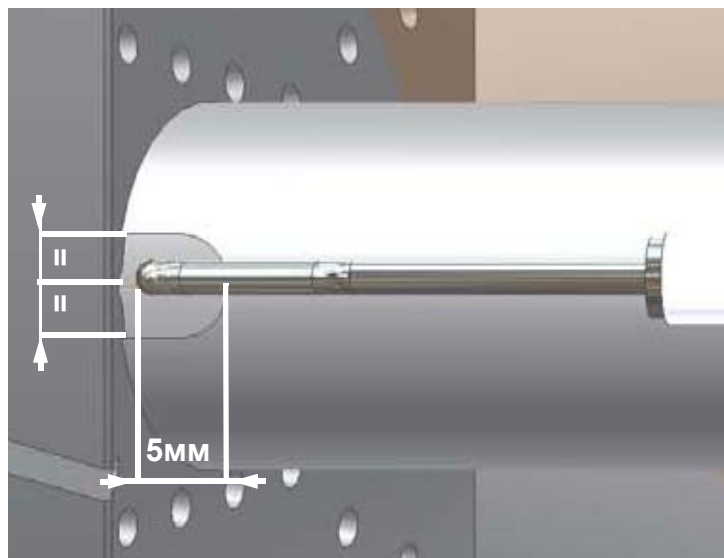

Рис. 20
- 2) отсоединить кабель (CE) электрода (E);
- 4) ослабить винт (B) опоры сопла, который крепит запальный электрод (E) на запальнике горелки (P);
- 5) вынуть электрод и заменить его, выдерживая размеры, указанные на Рис. 20.